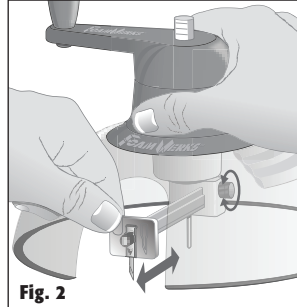

Fig. 2
- Desserrer la molette de réglage de verge et régler la verge de découpe calibrée sur le diamètre voulu. Lire le calibrage à gauche du bloque-verge. Serrer la molette de réglage de verge (Figure 2).